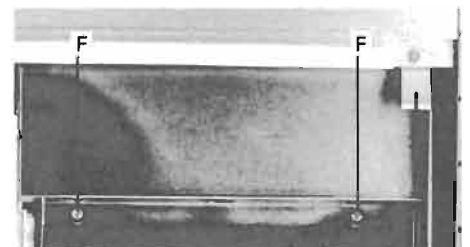

Fig. 2.6
2.6 Remplacement de l'éclairage des instruments (fig. 2.6)
- Dévissez les deux vis (F) situées sur le dessus de l'appareil.